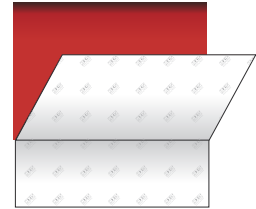

Abbildung 05
- › Das „Scharnier“ ist anschließend zu entfernen, um mit dem Abziehen des Liners von der restlichen Folienfläche fortzufahren (siehe die folgenden Absätze). (Abb. 05)